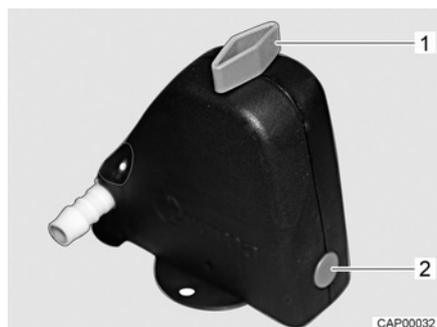
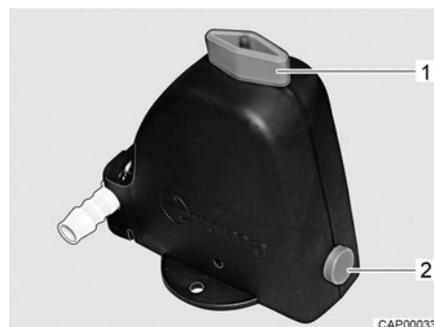

Fig. 105 Válvula de seguridad/purga cerrada
Fig. 106 Válvula de seguridad/purga abierta
- Abrir la válvula de seguridad/purga (Fig. 105). Para ello, girar el botón giratorio (Fig. 105,1) a la posición longitudinal en referencia a la válvula de seguridad/purga. El botón (Fig. 105,2) salta hacia fuera. La válvula de seguridad/purga abierta se muestra en Fig. 106.